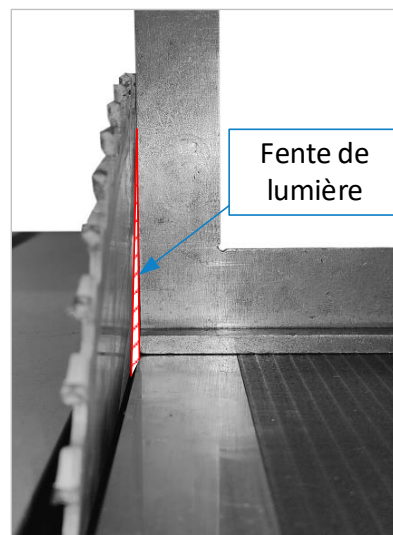

Figure 58 : fente de lumière
2. Couper l'interrupteur principal et verrouiller. Avec une équerre de butée à 90°, vérifiez que la lame de scie est bien d'équerre (⇒ Figure 58). La surface de référence est le plateau de la table en fonte.